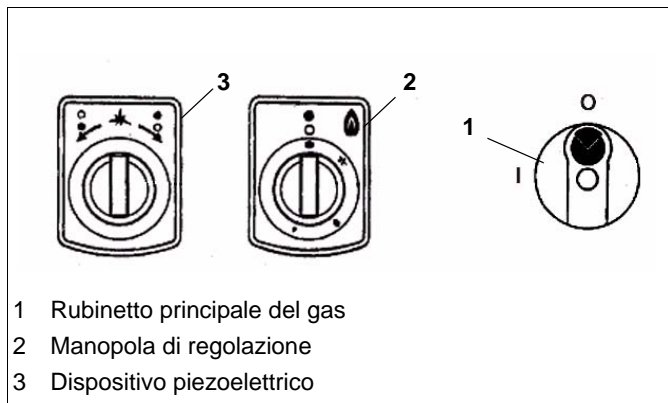

Fig.9 Pannello comandi
- ⇒ Tenere aperto il rubinetto di alimentazione dell'acqua (4/Fig.9) finché la vasca è piena.
La manopola di regolazione (2/Fig.9) ha 4 posizioni principali:
- ⇒ Premere completamente la manopola (2/Fig.9).
- ⇒ Mantenere completamente premuta la manopola di regolazione (2/Fig.9).
- ⇒ Contemporaneamente accendere il gas che fuoriesce dall'accenditore con il dispositivo piezoelettrico. Ruotando la manopola (3) in senso orario o antiorario si accende il bruciatore.
- ⇒ Premere leggermente la manopola (2/Fig.9) e ruotarla dalla posizione di accensione (★) in senso antiorario nella posizione alta (☼).
- ⇒ Premere completamente la manopola di regolazione (2/Fig.9) e ruotarla in senso antiorario dalla posizione alta (☼) a quella bassa (☽).
- ⇒ Per cambiare da basso (☽) ad alto (☼), premere completamente la manopola di regolazione (VB, HB/Fig.9) e ruotarla in senso orario.
- ⇒ Ruotare la manopola (2/Fig.9) sulla posizione alta (☹).
- ⇒ Con la manopola (2/Fig.9) regolare la giusta temperatura di cottura, a seconda della quantità e qualità degli alimenti da cuocere.
- ⇒ Ruotare di nuovo la manopola (2/Fig.9) in senso orario dalla posizione alta (☹) all'accensione (★).
- ⇒ Premere leggermente la manopola (2/Fig.9) e ruotarla in senso orario dall'accensione dell'accenditore su OFF.
- ⇒ Disinserire bruciatore principale e accenditore (2/Fig.9).
- ⇒ Chiudere il rubinetto principale del gas (1/Fig.9).